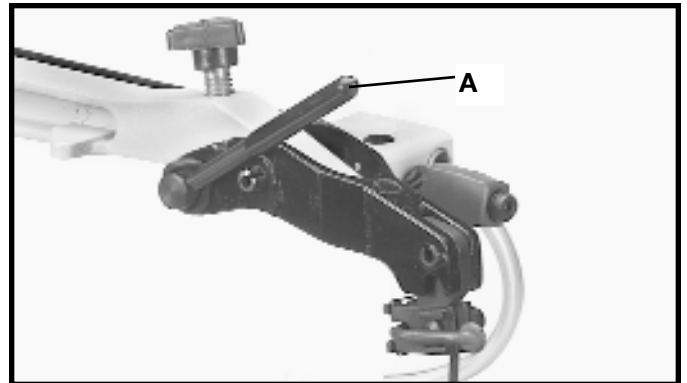

Fig. 3
2. Déplacer la poignée de tension du levier de la lame (A) fig. 3 à la position la plus avant tel qu'illustré.